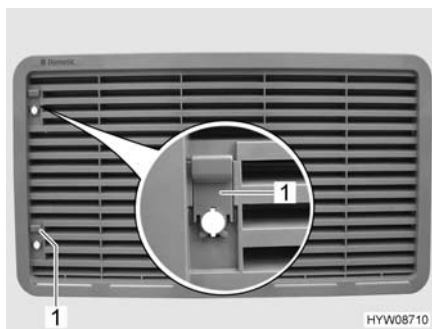
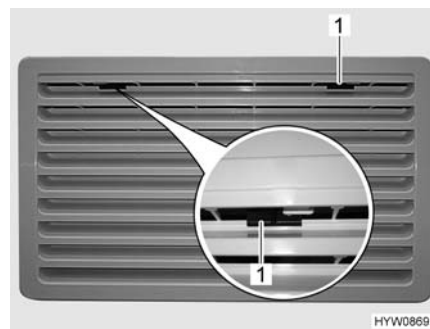

Fig. 140 Griglia di aerazione del frigorifero
Fig. 141 Griglia di aerazione del frigorifero (alternativa)
- A seconda dal modello, fare scorrere il cursore (Fig. 140,1) verso l'alto oppure l'arresto (Fig. 141,1) verso il centro.